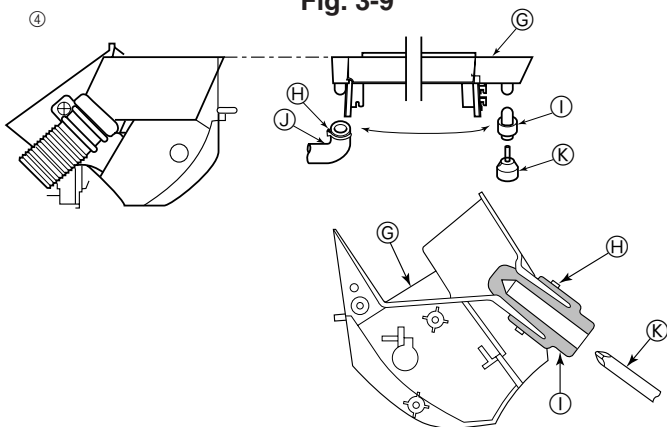

Fig. 3-10
- ④ Der Abflaßschlauch kann an zwei verschiedenen Stellen angebracht werden. Wählen Sie die bequemste Stelle und tauschen Sie, falls notwendig, die Position der Dränpfanne, des Gummistopfens und des Abflaßschlauchs. (Fig. 3-10)